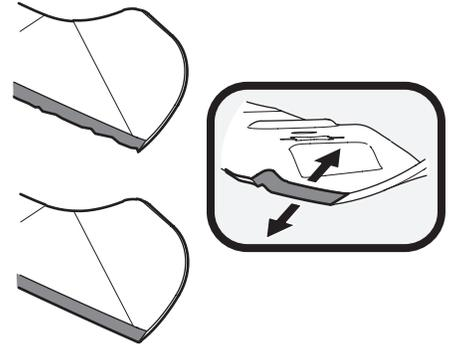

Figure 4-7
4. Pour aiguiser les lames, éliminez la même quantité de métal des deux extrémités sur le côté tranchant. Aiguissez le bord tranchant sur toute sa longueur, parallèlement au bord arrière, soit à un angle de 25° à 30°. Il est essentiel d'aiguiser les tranchants de façon égale pour conserver une lame bien équilibrée. Voir la Figure 4-7.